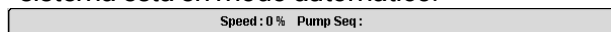

Figura 5.2.10: Barra de velocidad
- 10) Barra de velocidad: La barra de velocidad de la estación se encuentra debajo de la bomba, como se muestra en la **Figura 5.2.10**. Esta barra muestra el % de velocidad del sistema. También muestra la secuencia de operación de la bomba cuando el sistema está en modo automático.